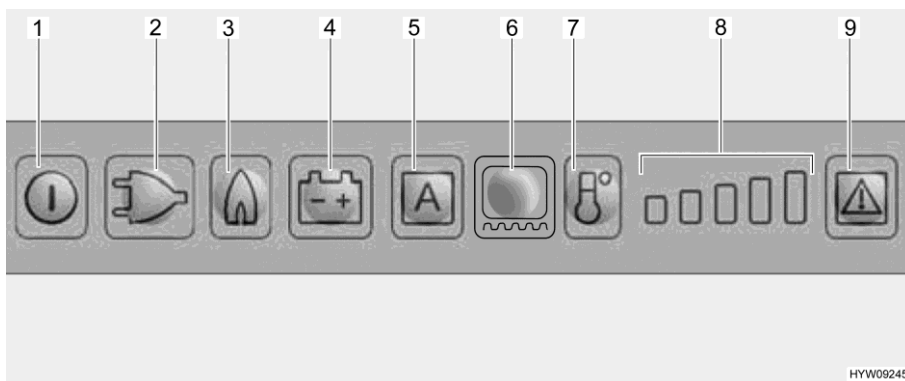

Fig. 153 Quadro comandi LED (frigorifero Dometic)
Selezionando il funzionamento a gas, il dispositivo di sicurezza si apre automaticamente, così che il gas possa fluire al bruciatore. Contemporaneamente si inserisce l'accenditore elettronico. Se la fiamma del gas si spegne, ad es. a causa di un colpo di vento, l'accenditore viene subito azionato riaccendendo il gas. In caso di guasto del funzionamento a gas, i tasti luminosi relativi a gas (Fig. 153,3) e guasto (Fig. 153,9) lampeggiano e viene emesso un segnale acustico per 20 secondi.
Accensione: ■ Premere il tasto On/Off (Fig. 153,1) per circa 2 secondi. Il frigorifero si accende e viene visualizzato l'ultimo modalità di funzionamento selezionata.
Selezione della modalità di funzionamento: ■ Premere il tasto luminoso per il tipo di funzionamento desiderato (Fig. 153,2 - 4) o la modalità automatica "AES" (Fig. 153,5) (solo per versione AES).
Regolazione della temperatura di refrigerazione: ■ Regolare la temperatura di refrigerazione con il tasto di del livello di refrigerazione (Fig. 153,7). L'indicazione del livello di refrigerazione (Fig. 153,8) mostra la regolazione sul termostato.
Spegnimento: ■ Premere il tasto On/Off (Fig. 153,1) per circa 2 secondi.
Dopo l'accensione il frigorifero seleziona automaticamente la regolazione intermedia del termostato. Questa regolazione può essere modificata manualmente tramite il tasto del livello di refrigerazione (Fig. 153,7). Ci vogliono alcune ore prima che il frigorifero raggiunga la temperatura normale di esercizio. Quando si commuta a un'altra modalità di funzionamento, la regolazione sul termostato viene mantenuta.
Regolazione della durata di esercizio: ■ Accendere il riscaldamento del telaio per 2 ore: Premere una volta il tasto luminoso per il riscaldamento del telaio (Fig. 153,6). Sull'indicazione del livello di refrigerazione (Fig. 153,8) si accende una barra.
- Accendere il riscaldamento del telaio per 5 ore: Premere due volte il tasto luminoso per il riscaldamento del telaio (Fig. 153,6). Sull'indicazione del livello di refrigerazione (Fig. 153,8) si accendono due barre.
- Regolazione del riscaldamento del telaio ad esercizio continuo: Premere tre volte il tasto luminoso per il riscaldamento del telaio (Fig. 153,6). Sull'indicazione del livello di refrigerazione (Fig. 153,8) si accendono tre barre.
L'indicazione del livello di refrigerazione (Fig. 153,8) indica per alcuni secondi la durata di esercizio del riscaldamento del telaio.
In caso di guasto, il tasto luminoso Guasto (Fig. 153,9) lampeggia. Lampeggia inoltre uno dei tasti luminosi della modalità di funzionamento o l'indicazione del livello di refrigerazione. Viene emesso anche un segnale acustico. Per le note sulla visualizzazione degli errori e la loro eliminazione, vedi capitolo 14.
- ▷ Dopo aver eliminato un guasto del funzionamento a gas, premere il tasto luminoso Reset (Fig. 153,9).